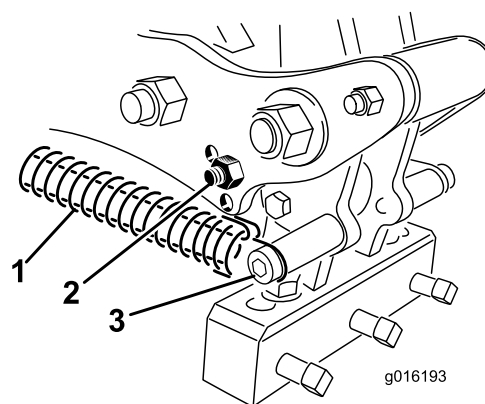

Figure 35
3. Décrochez le ressort de la tête d'aération (Figure 35).
4. Retirez le boulon d'amortisseur et l'amortisseur du bras de liaison et remplacez-les dans l'autre trou de réglage (Figure 35).